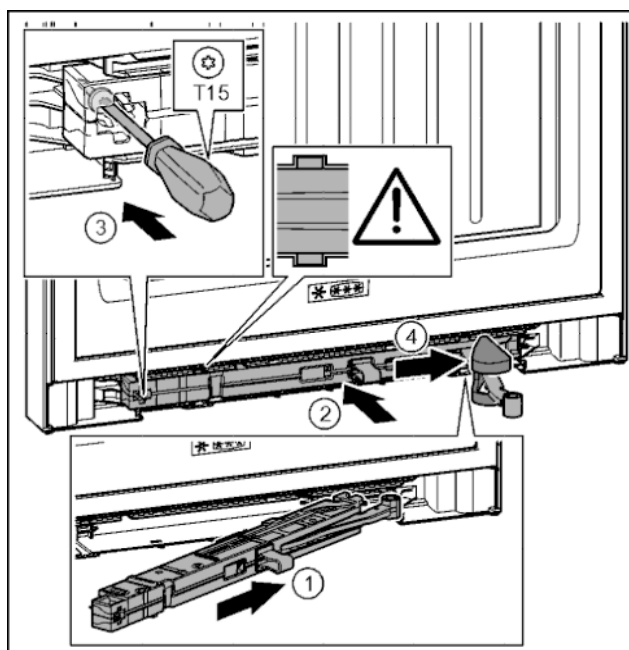

Fig. 43
- ▶ Вставить узел амортизатора со стороны опорного кронштейна в выемку до упора под наклоном. Fig. 43 (1)
- ▶ Полностью вставить узел амортизатора в выемку. Fig. 43 (2)
- ▶ Затянуть винт отверткой T15. Fig. 43 (3)
- ▶ Переместить крышку над шарниром. Fig. 43 (4)